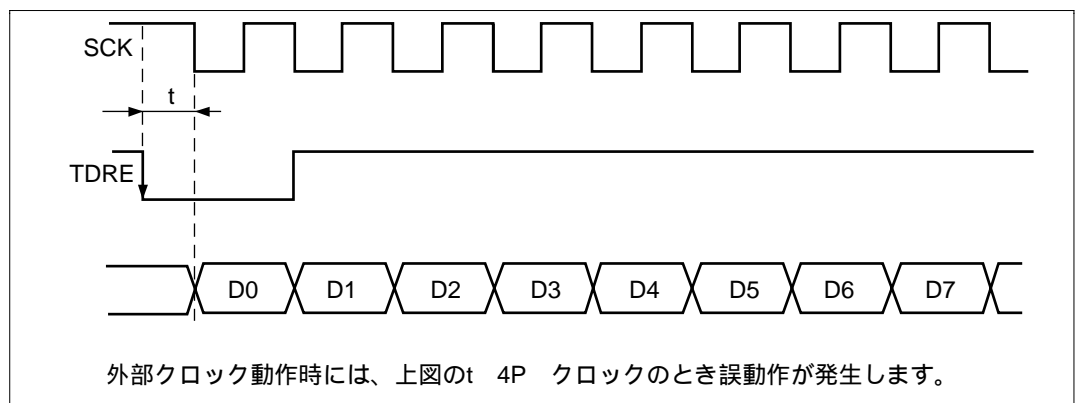

図 14.25 DMAC によるクロック同期式送信時の例
- (a) 同期クロックに外部クロックソースを使用する場合、DMAC による TDR の更新後、周辺クロック (P) で 5 クロック以上経過した後に、送信クロックを入力してください。TDR の更新後 4 クロック以内に送信クロックを入力すると、誤動作することがあります (図 14.25)。